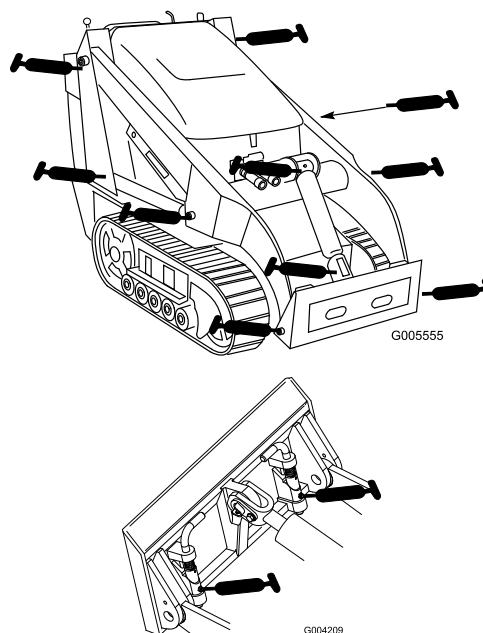

Figure 29
3. Raccordez une pompe à graisse à chaque graisseur (Figure 29).